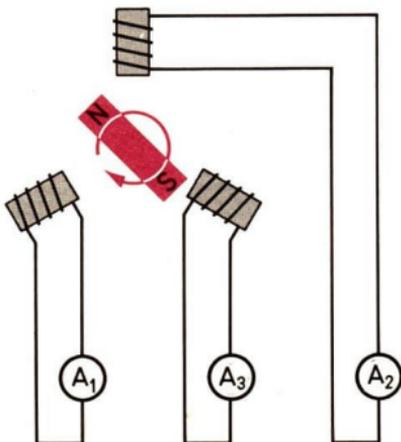

Bild 73/2 Offenes Dreiphasenwechselstromsystem
**V** Werden mehrere Spulen um den sich drehenden Magneten gruppiert, so wird in jeder Spule eine Wechselspannung erzeugt. Im Bild 73/2 sind drei Spulen mit je einem angeschlossenen Meßinstrument in gleichen Abständen um den rotierenden Magneten angeordnet.